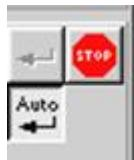

Рис. 1.3. Кнопка *Прервать команду*
6. Щелкните мышью в любой точке отрезка $p_1 - p_2$. Затем щелкните в точках p_3 и p_4 – система построила отрезок $p_3 - p_4$, перпендикулярный отрезку $p_1 - p_2$. Щелкните мышью на кнопке *Прервать команду*, рис. 1.3.